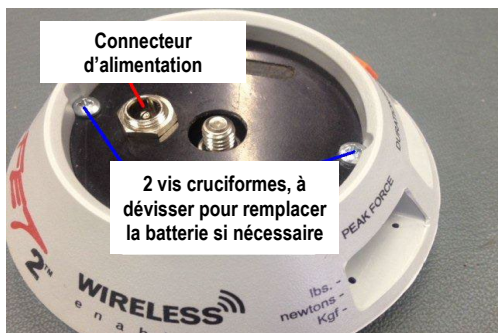

Figure 9 : Charge du dispositif et accès à la batterie
- Insérez le connecteur du transformateur du boîtier mural dans le connecteur d'alimentation situé sous l'accessoire. (Voir connecteur d'alimentation sur le microFET®2, Figure 9.)
- Retirez l'accessoire du dispositif. Retirez avec précaution les deux vis à tête cruciforme du couvercle de la batterie (voir figure 9).